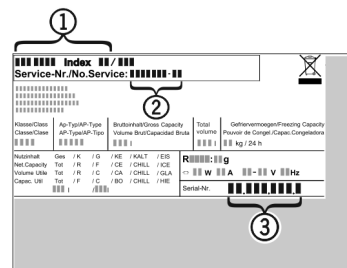

Fig. 3
- ▶ Očitajte naziv uređaja *Fig. 3 (1)*,servisni broj *Fig. 3 (2)* i serijski broj *Fig. 3 (3)* s tipske pločice. Tipska pločica nalazi se na lijevoj unutarnjoj strani uređaja.
- ▶ Obavijestite službu za kupce i javite im kvar, naziv uređaja *Fig. 3 (1)*,servisni broj *Fig. 3 (2)* i serijski broj *Fig. 3 (3)*.